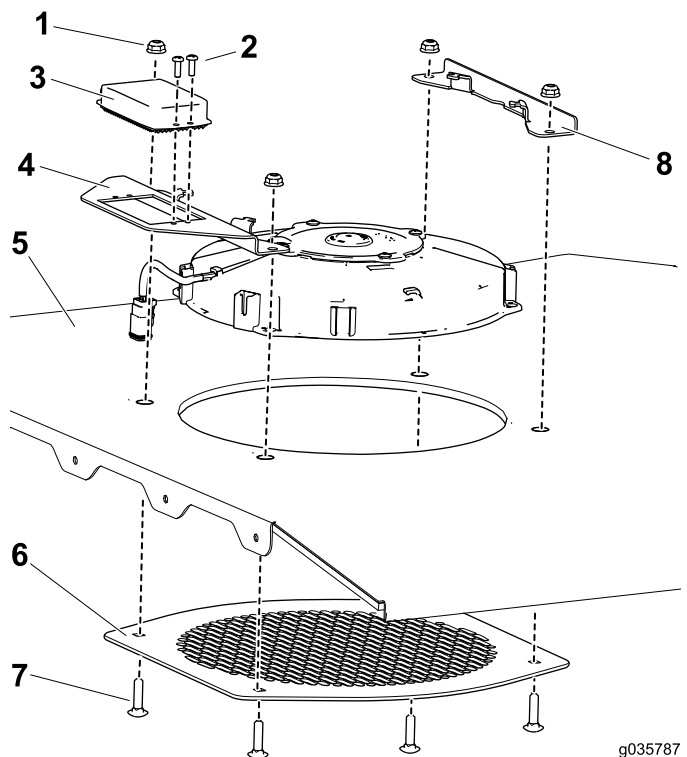

Figura 2
1. Utilize os dois parafusos (n.º 8 x 3/8") para prender a resistência integrada à montagem da ventoinha (Figura 2).
- Utilize os quatro parafusos (1/4" x 1") e quatro porcas para prender a ventoinha, grelha da ventoinha, suporte da ventoinha e suporte de montagem à placa do teto (Figura 2).